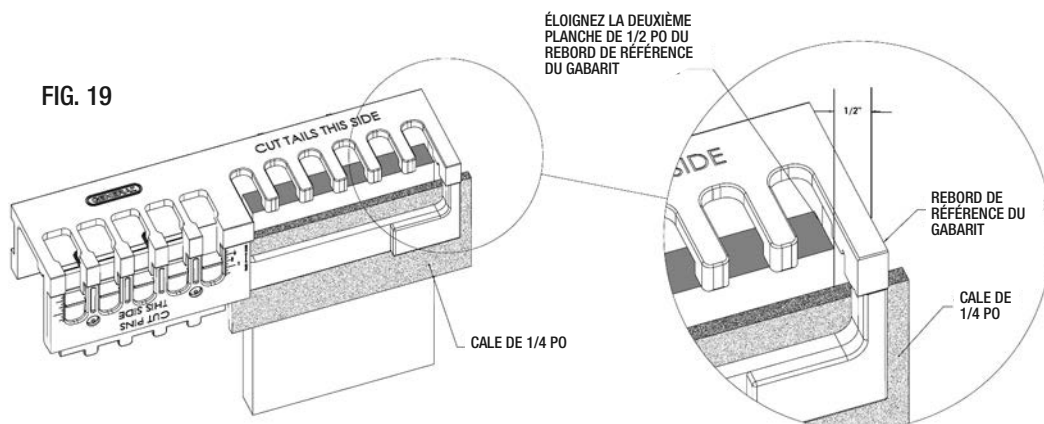

FIG. 19
5. Insérez la deuxième planche dans le gabarit avec la même cale et éloignez le bout de la planche de 1/2 po du rebord extérieur du gabarit. (FIG. 19) Cet écartement éloignera les « QUEUES » de la deuxième planche de façon à ce qu'elles s'aligneront avec les fentes coupées dans la première planche.